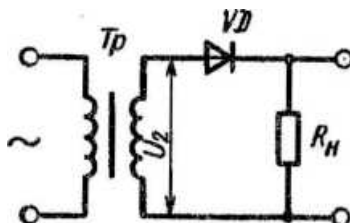

Рис. 2.2. Схема однополупериодного выпрямителя
Выпрямленное напряжение для однополупериодного выпрямителя (рис. 2.2):
В схеме однополупериодного выпрямителя (см. рис. 2.2) через диод проходит выпрямленный ток $I_0 = 75$ мА. Определить сопротивление нагрузки R_n , если амплитуда напряжения вторичной обмотки трансформатора $U_{2m} = 200$ В.
1. В схеме однополупериодного выпрямителя (см. рис. 2.2) на нагрузке $R_H = 510 \text{ Ом}$ постоянное напряжение $U_0 = 100 \text{ В}$. Правильно ли выбран диод Д205, для которого максимальное обратное напряжение $U_{обр} = 400 \text{ В}$, а наибольший выпрямленный ток $I_0 = 400 \text{ мА}$?
2. Для схемы однополупериодного выпрямителя (см. рис. 2.2) определить выпрямленное напряжение U_0 , если амплитуда напряжения первичной обмотки трансформатора $U_{1m} = 220 \text{ В}$, коэффициент трансформации $n = 1,43$.
3. Для схемы однополупериодного выпрямителя (см. рис. 2.2) определить постоянное напряжение на нагрузке, если на вторичной обмотке трансформатора $U_{2m} = 250 \text{ В}$.